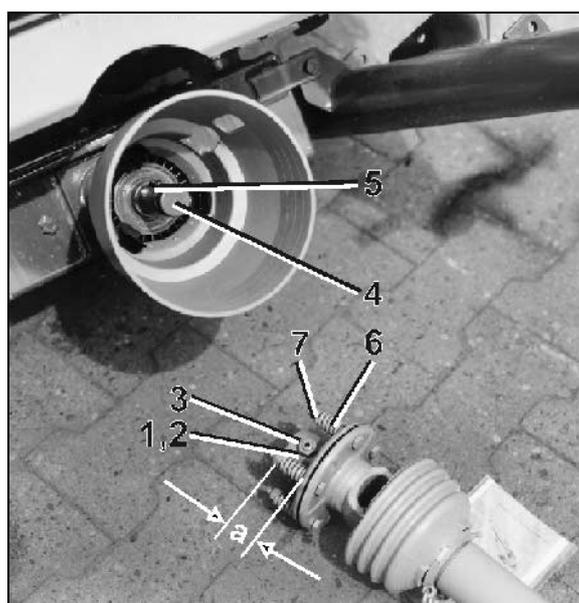

Fig. 77
2. Destensar los muelles (Fig. 77/6) aflojando las tuercas (Fig. 77/7).